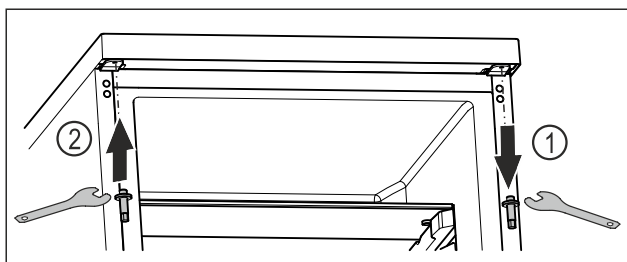

Fig. 14
- Skruva ur övre bult med utvändig sexkantsnyckel. Fig. 14 (1)
- Skruva fast bult på motsatta sidan med utvändig sexkantsnyckel. Fig. 14 (2)